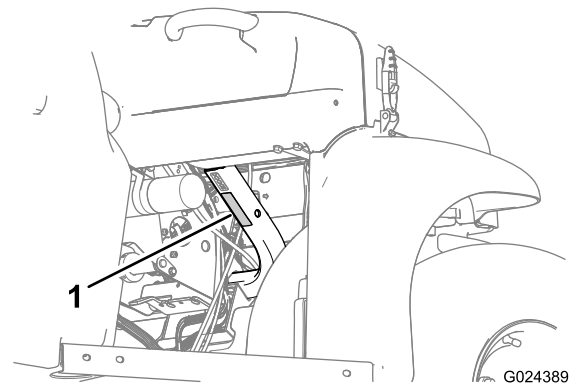

Bild 20
- Halten Sie die Nutzlast der Maschine ein und begrenzen Sie das Gewicht auf die Last, die Sie in der Staubox befördern können, siehe Technische Daten \(Seite 17\), und die auf dem Nutzlastaufkleber an der Maschine angegeben ist (Bild 20).